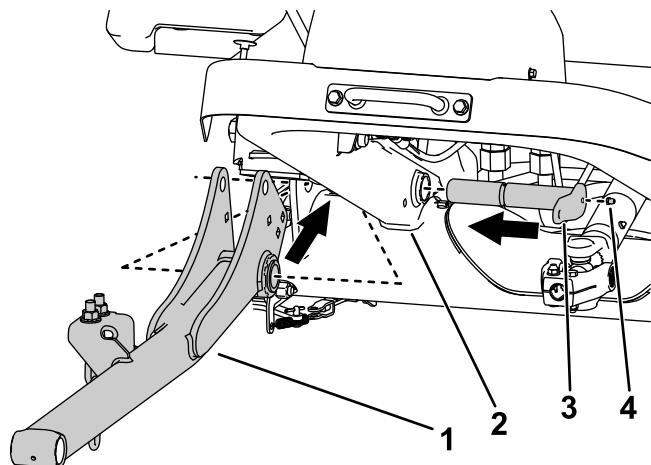

図6
- 大きいピン2本を使用して昇降アームをマシンのフレームに取り付ける図6。
- 大きいピンにグリスフィッティングを取り付ける図6。